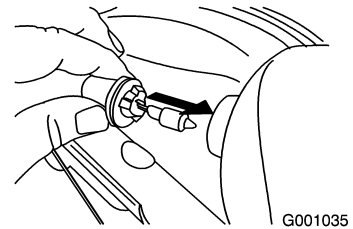

Figure 53
4. Insérez une ampoule neuve dans l'arrière du phare (Figure 53).